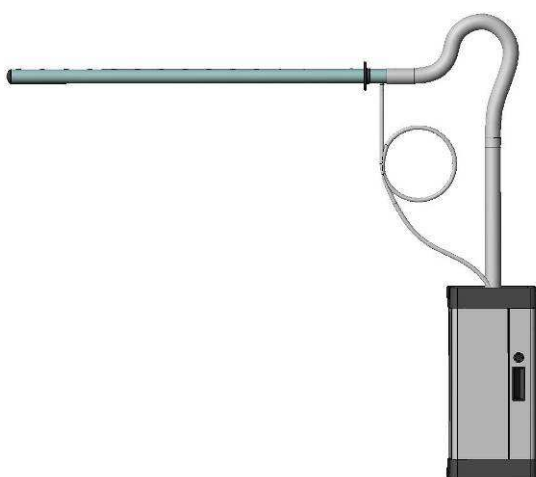
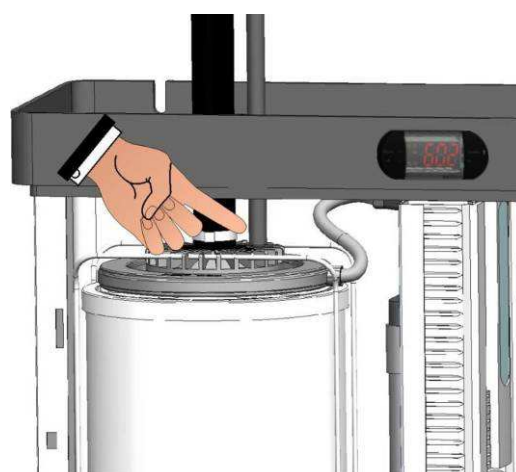

Fig.44
Fig. 45
2. Si le distributeur de vapeur est placé plus haut que l'humidificateur et que le tube de vapeur génère un siphon (fig. 44), le tube de récupération des condensats doit être installé directement dans le manchon de cylindre approprié de l'humidificateur (fig. 45) ou dans un puits de collecte d'eau. La récupération des condensats est réalisée en connectant le tube Teddington LN-UMITUBODN10, spécifique à ce type d'application, au manchon de diamètre 10mm du distributeur de vapeur. Dans le trajet du tube de récupération des condensats, du distributeur de vapeur à l'humidificateur ou du distributeur de vapeur au puits, il est nécessaire d'effectuer un siphon avec un tour complet d'un diamètre minimum de 200mm; le siphon doit également être rempli d'eau avant l'installation. Cela empêchera la sortie de vapeur du tube de récupération des condensats (fig. 44).